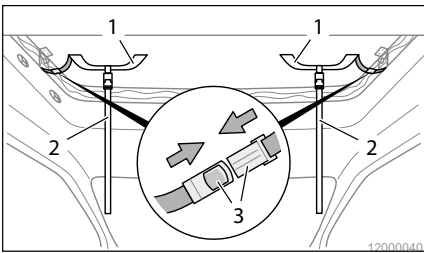

Abb. 14 Aufstelldach schließen
- ▶ Der Drehverschluss (Abb. 14/1) muss mit dem Magnet am Aufstelldach befestigt sein, sonst kann der Stoffbalg eingerissen werden.
5. Ziehen Sie das Aufstelldach langsam an den beiden Gurten (Abb. 14/2) bzw. Griffen (Abb. 14/1) gleichmäßig herunter.
7. Befestigen Sie den Stoffbalg mit den Gurten (Abb. 14/3).